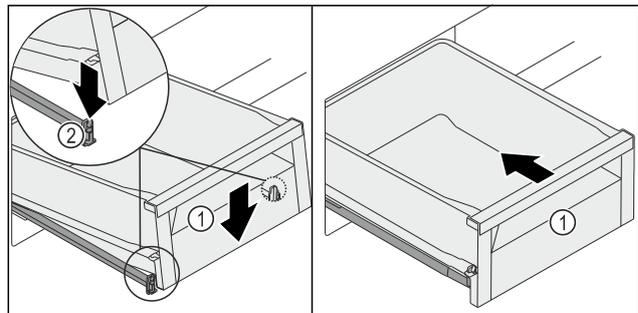

Fig. 130
- ▶ Schubfach Fig. 130 (1) vorne absenken, so dass das Schubfach links und rechts in die Klemme Fig. 130 (2) rutscht.
- ▷ Schubfach Fig. 130 (1) rastet hörbar ein.
- ▶ Schubfach Fig. 130 (1) einschieben.